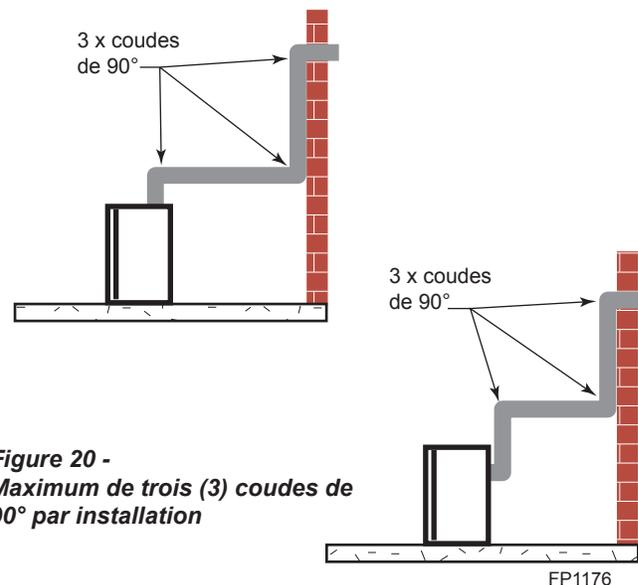

Figure 20 -
- Le nombre maximal de coudes de 90° par mur latéral est de trois (3). *Figure 20*